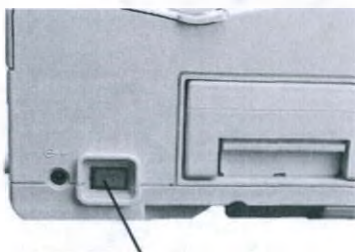

Рис.2-3 Кнопка вкл/выкл
- Найдите кнопку питания с левой стороны прибора и включите (ON) (Рис.2-3).